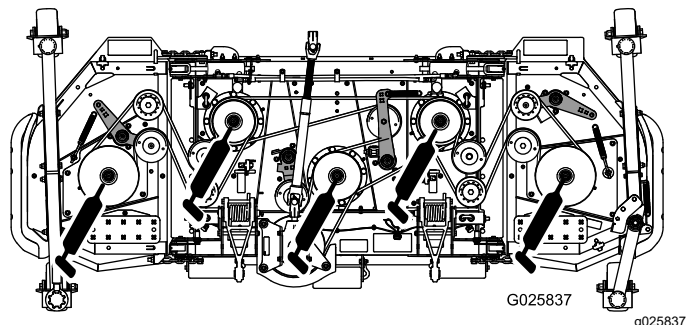

Figure 19
- Roulements d'axe de pivot (5) (Figure 19)